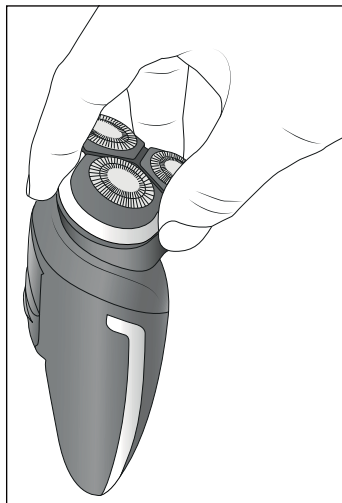

Fig. 2
- 1) Hold i skæreenheden **2** med tre fingre på holdedefordybningerne **3**, og tag den af (se fig. 2).